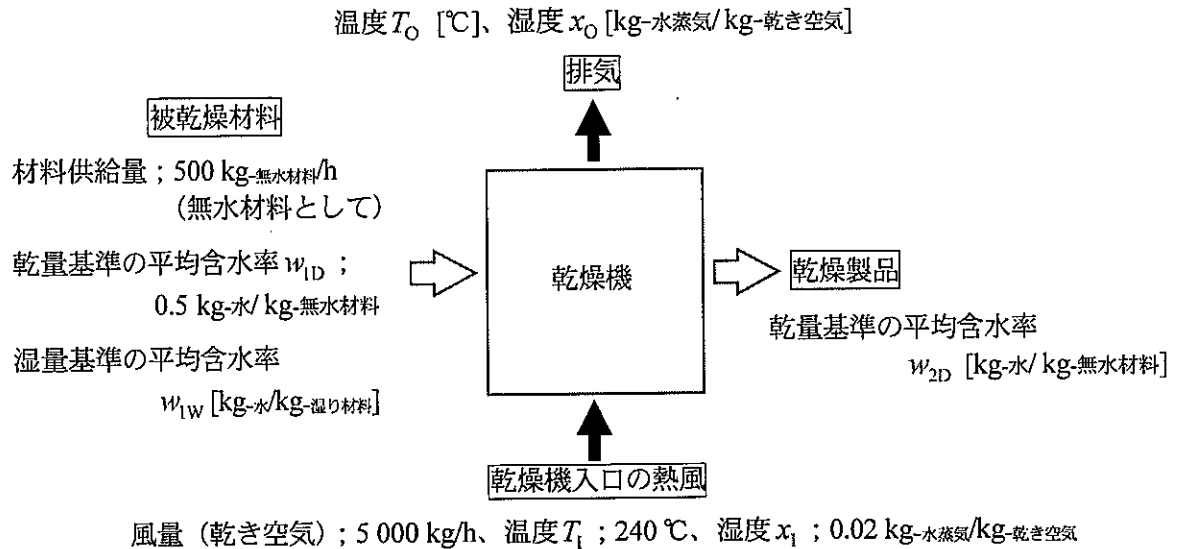

図2 熱風による向流接触型の連続通気乾燥法のフロー
- (2) 図2のように、湿潤な被乾燥材料を熱風による向流接触型の連続通気乾燥法で処理する場合について考える。